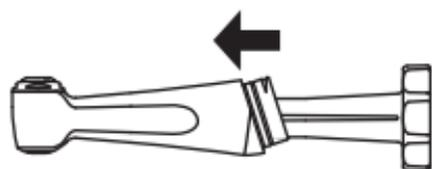

Fig. A-1
- 2) Inserte la llave firmemente en la parte posterior del cabezal de la pieza de mano hasta que se detenga como se muestra en la Fig. A-1.